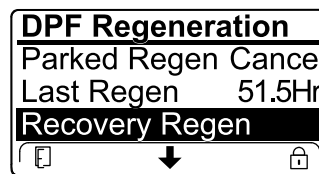

Figure 43
- Si le calculateur moteur n'a pas demandé de régénération d'urgence et que vous naviguez jusqu'à l'option RECOVERY REGEN, la régénération d'urgence se bloque et l'icône de blocage (Figure 43) apparaît en bas à droite de l'InfoCenter.